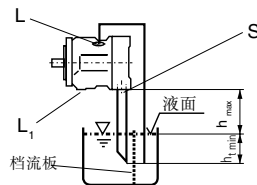

图 4
- 当油箱的最低液面比泵的上端低时，“L₁”口堵，“L”口以及有可能“S”口的管道连接见接管见图4。情况如同1.2.1节。
- 如安装在油箱之上，请见图4。按1.2.1的要求进行。